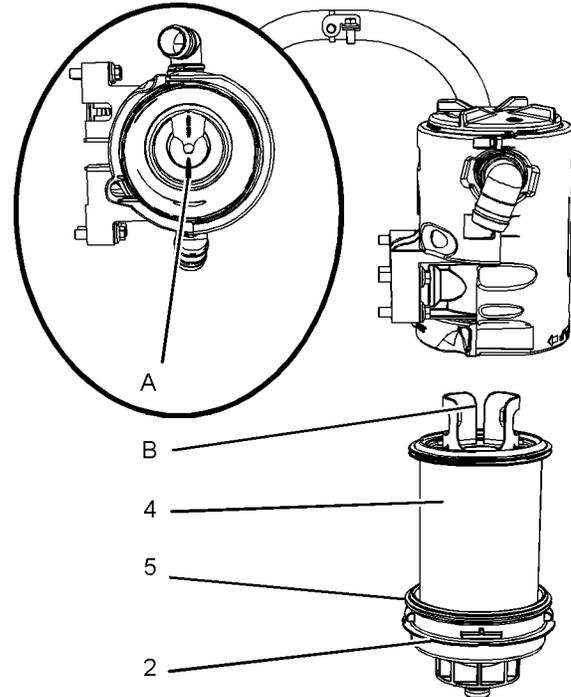

Abbildung 94
3. Den Filter (4) entfernen. Die Dichtung (5) entfernen.
4. Eine neue Dichtung (5) einbauen. Einen neuen Filter in den unteren Deckel (2) einbauen.
5. Ausrichten von Position (A) am oberen Deckel mit Position (B) am Filterelement. Siehe Abbildung 94.